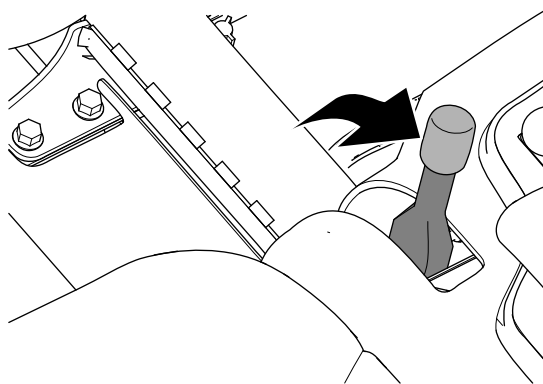

Figura 33
2. Engate o travão de estacionamento (Figura 33).